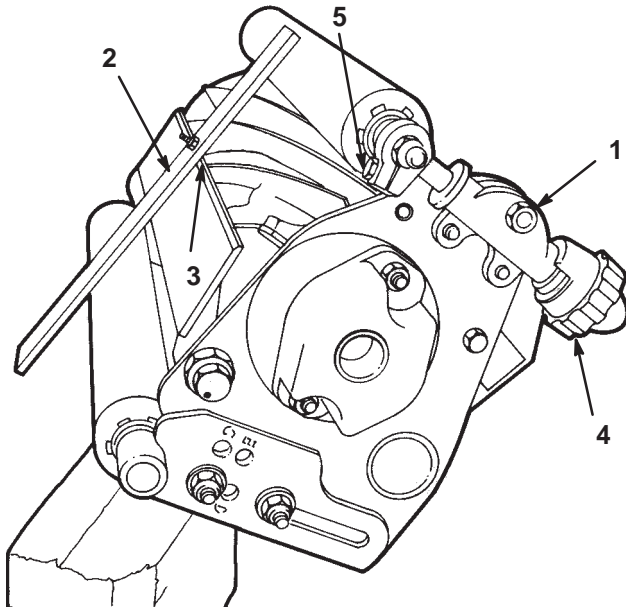

Bild 7
2. Drehen Sie das Mähwerk um und lockern Sie die Sicherungsmuttern, mit denen die Einstellschrauben der vorderen Rollen an den Schnitthöhenhalterungen befestigt sind (Bild 7).
4. Legen Sie die Leiste über die vorderen und hinteren Rollen und regulieren Sie die Schnitthöhe am Einstellrad, bis die Unterseite des Schraubenkopfes in die Schneidkante des Untermessers greift (Bild 7).